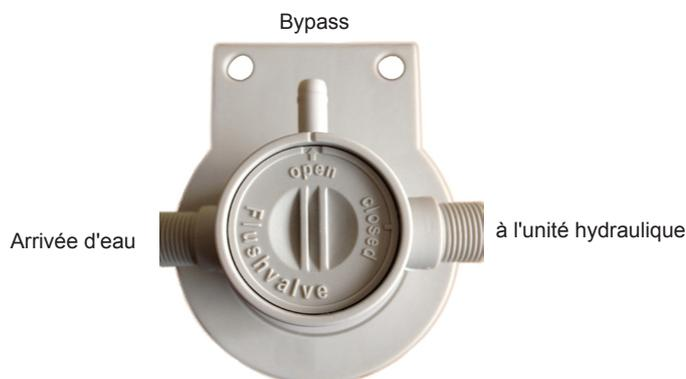

Fig. 39: Réglez la vanne sur « bypass » (nettoyage)
- Réglez la vanne sur la tête du dispositif de traitement d'eau pour que « open » soit sur « bypass » (voir *Fig. 39*).